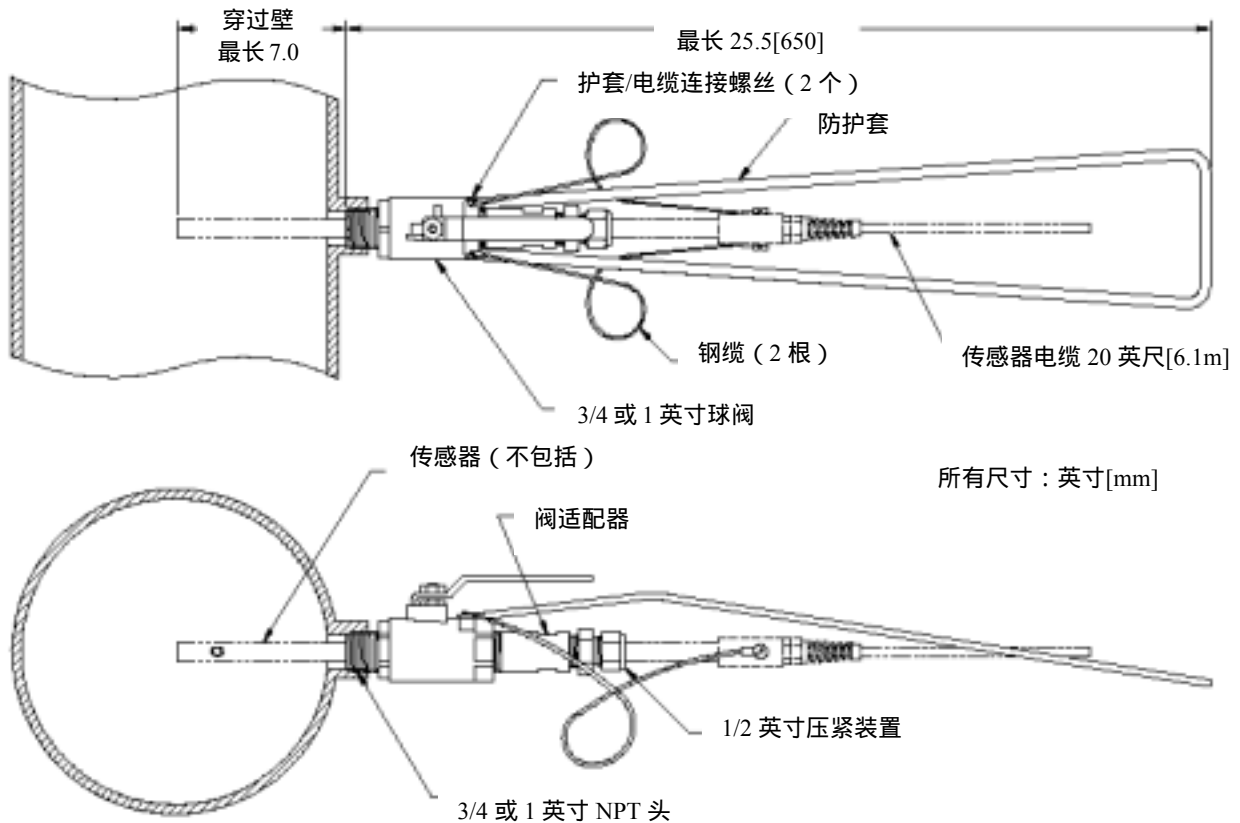

图 2-5 球阀组件安装详图
- 将传感器插入到管道流体中，以使过程液体可以直接流入到传感器的尾部（如图 2-5）。
- C. 将传感器插入球阀组件背面的压紧装置中。然后调节插入深度以定位传感器的“逆流”孔朝向管道流体的中心（如图 2-5）。